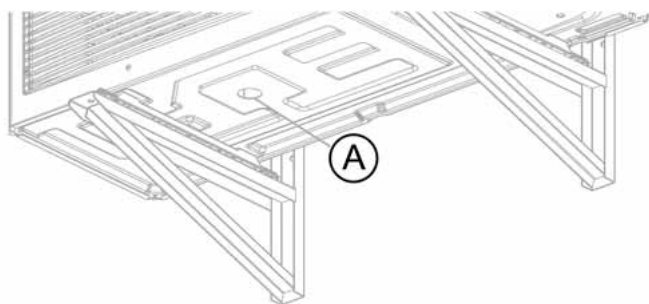

Abb. 9: Kondensatablauf (A) der Außeneinheit
- ➔ Planen Sie einen ausreichenden Kondensatablauf an einer geeigneten Position unter der Außeneinheit (s. Abb. 9) gem. Kap. 3.11 ein.